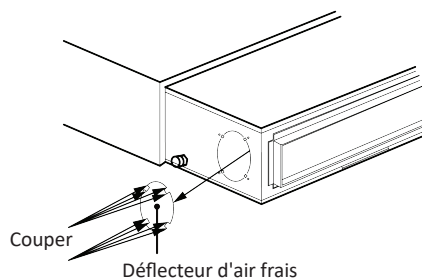

Fig. 4.25
- 1 Si un conduit d'air frais est nécessaire, retirez le déflecteur d'air frais, voir Fig. 4.25. Si un conduit d'air frais n'est pas nécessaire, bouchez l'emplacement du déflecteur avec une éponge.